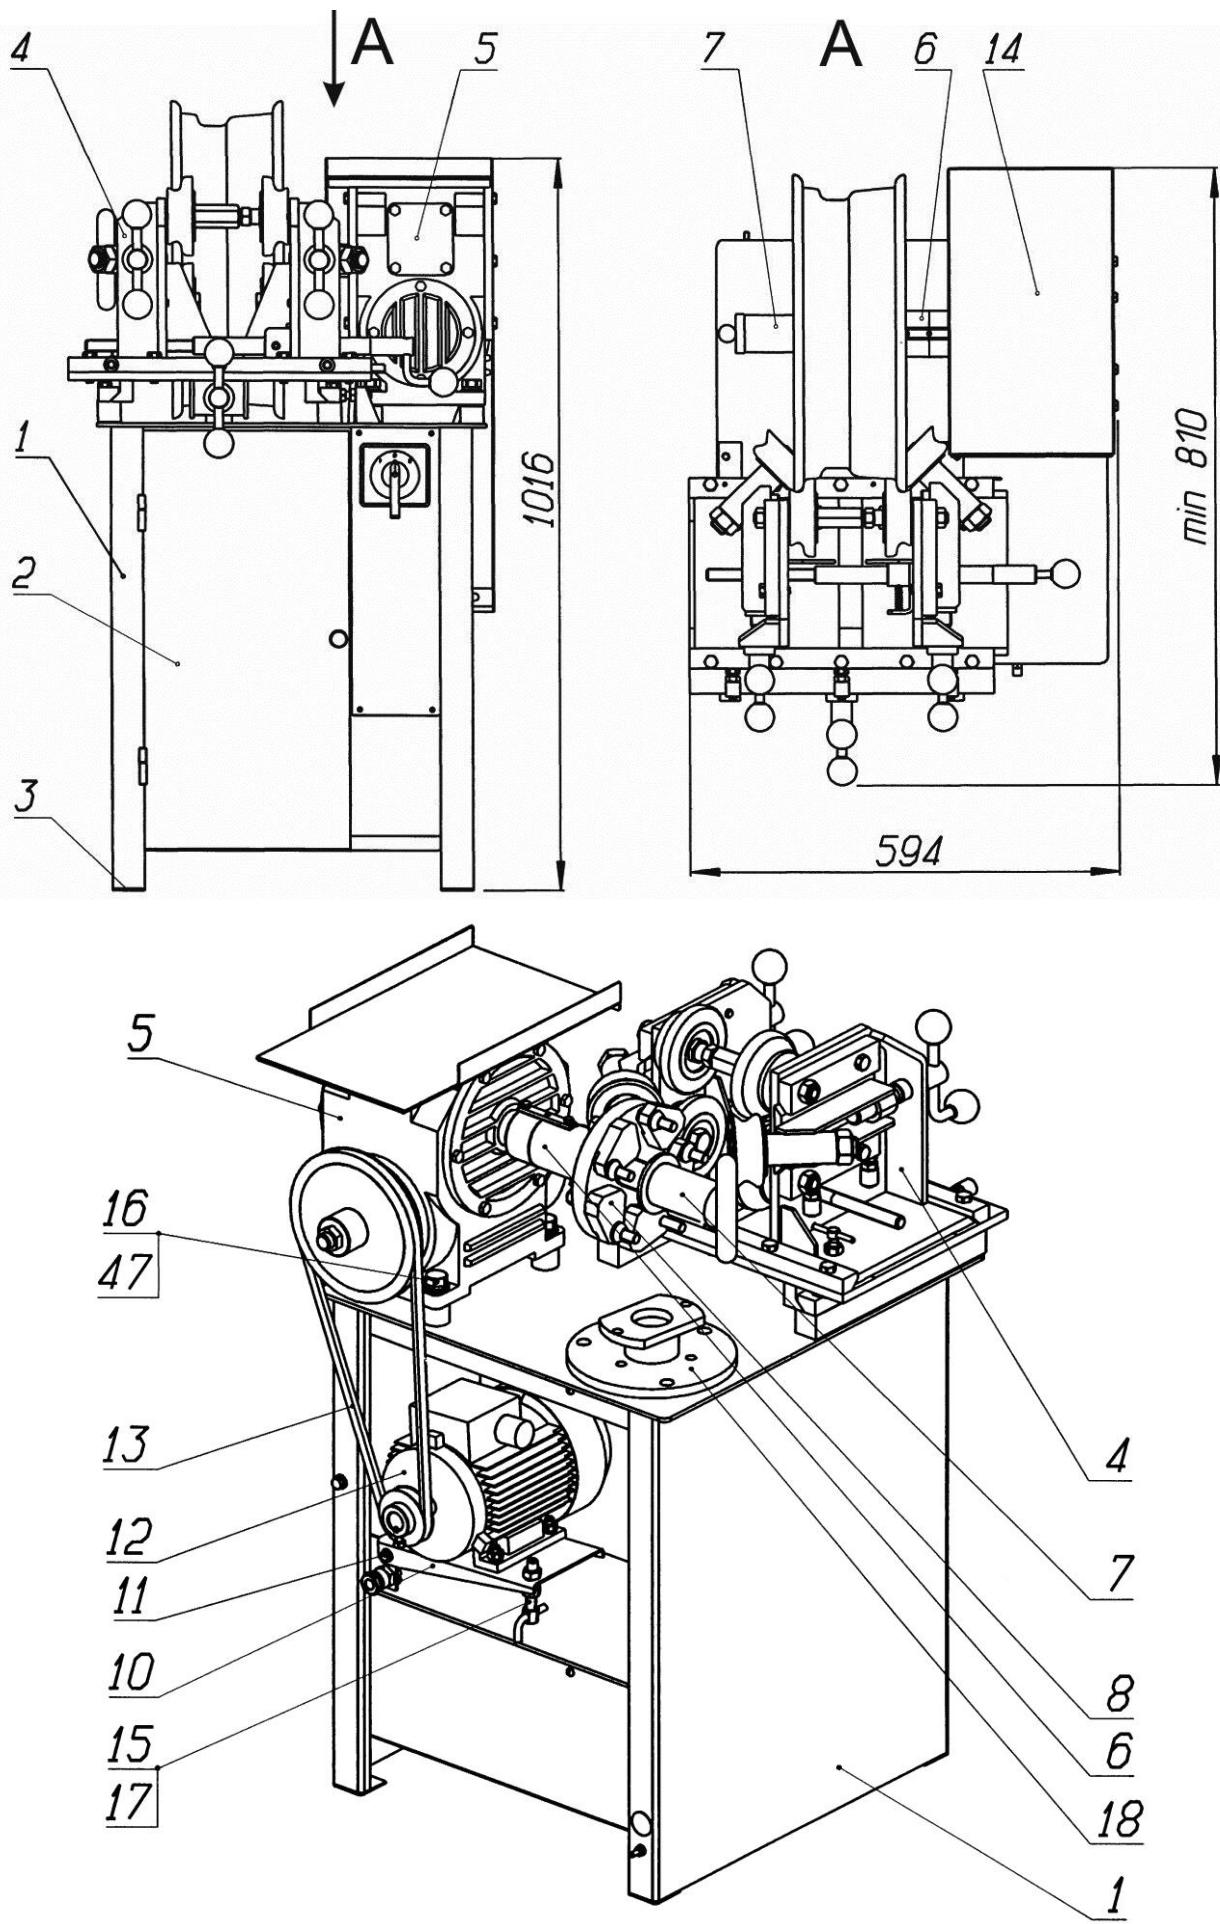
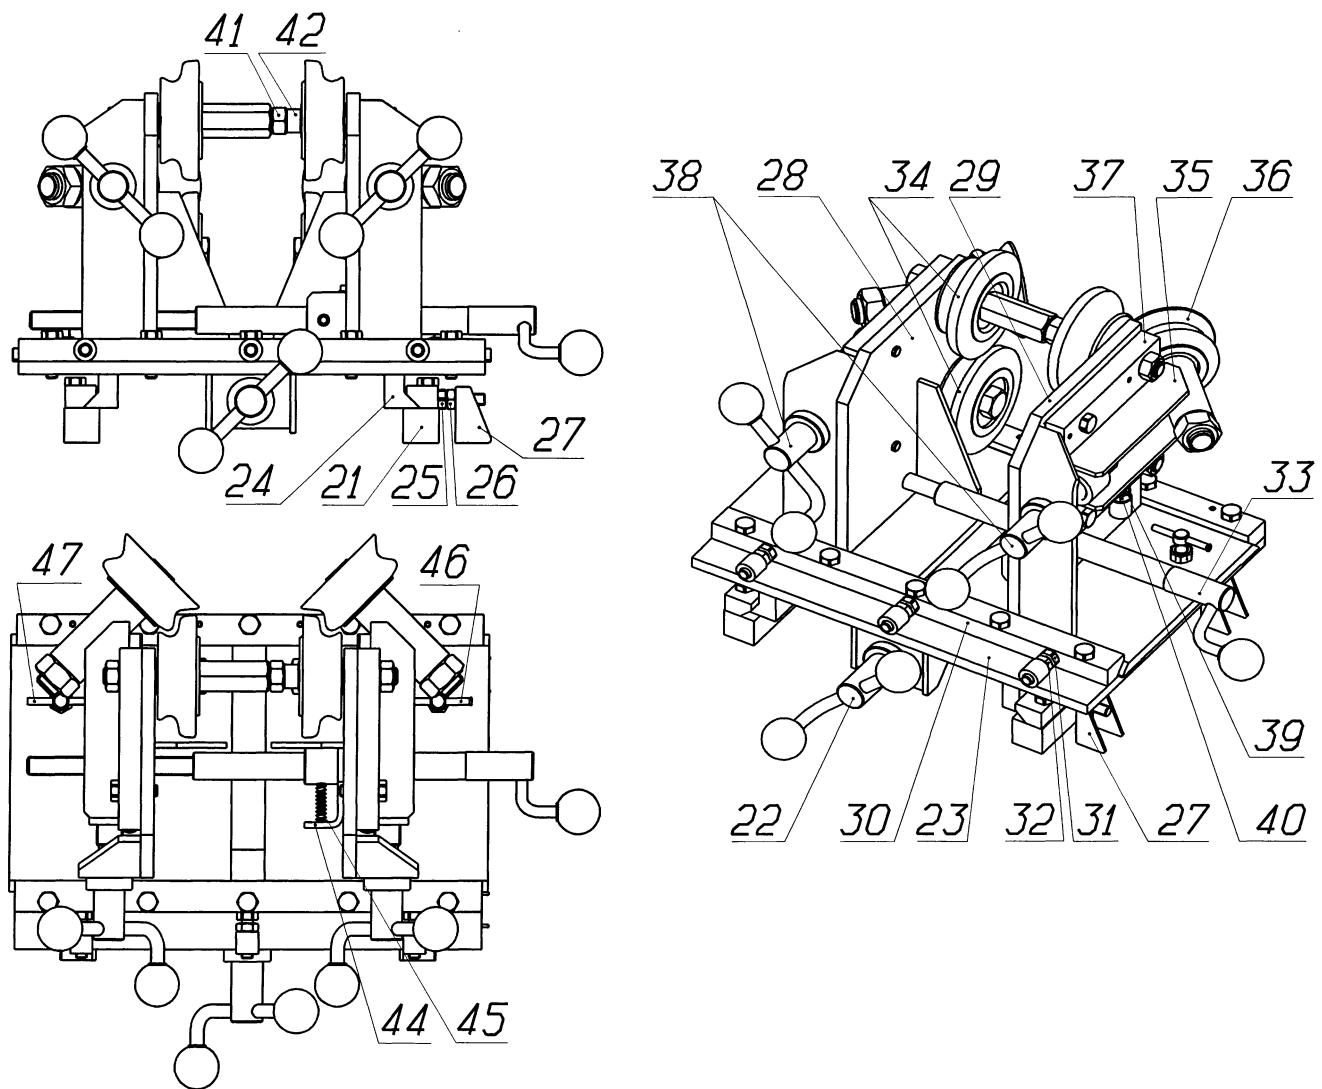
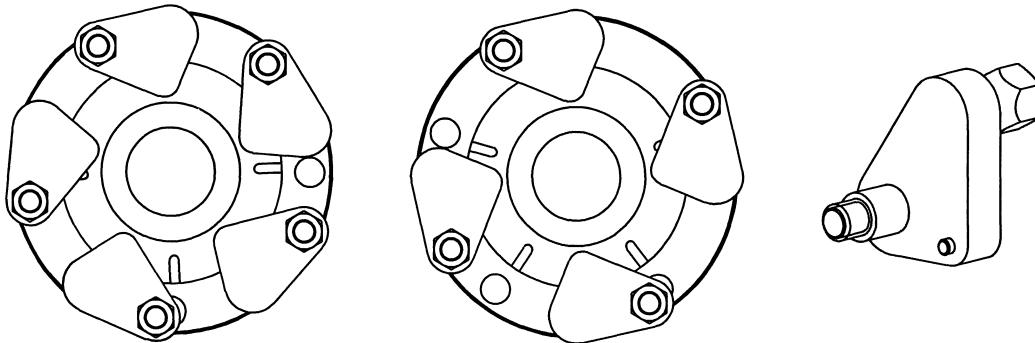

Рисунок 2 - Устройство стенда
Рисунок 3 - Устройство дископравное
Рисунок 4 - Варианты сборки универсального переходного фланца
Установка колеса на шпиндель осуществляется при помощи универсального переходного фланца изображенного на рис. 4. Для крепления колес с четырьмя или пятью отверстиями на переходном фланце следует установить соответственно четыре или пять поводков. Конические гайки позволяют надёжно центрировать диск с увеличенными или разбитыми крепёжными отверстиями. Фланец закрепляется на наконечнике 6 гайкой 7 (рисунок 2).
Стенд комплектуется дополнительным фланцем 18 (рисунок 2) для крепления колес автомобиля ГАЗ 3302 «Газель», 13 дюймовых моделей «ВАЗ» и автомобиля «HYUNDAI SANTA-FE».
- 6.2.1. Подвести большие правильные Ролики 34 (см. рисунок 3) к полкам обода колеса. Должно производиться одновременное касание обода к четырем роликам 34. Допуск не параллельности оси колеса и оси роликов по горизонтали и вертикали должен составлять не более $\pm 0,5$ мм. Болты 16 (см. рисунок 2) затянуть до отказа, соблюдая равномерность затяжки.